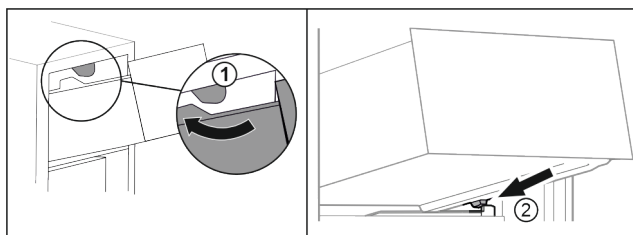

Fig. 27
- Far passare il cassetto sui fermi superiori. Fig. 27 (1)
- Applicare il cassetto inclinandolo dietro i fermi inferiori sulla nervatura del contenitore. Fig. 27 (2)